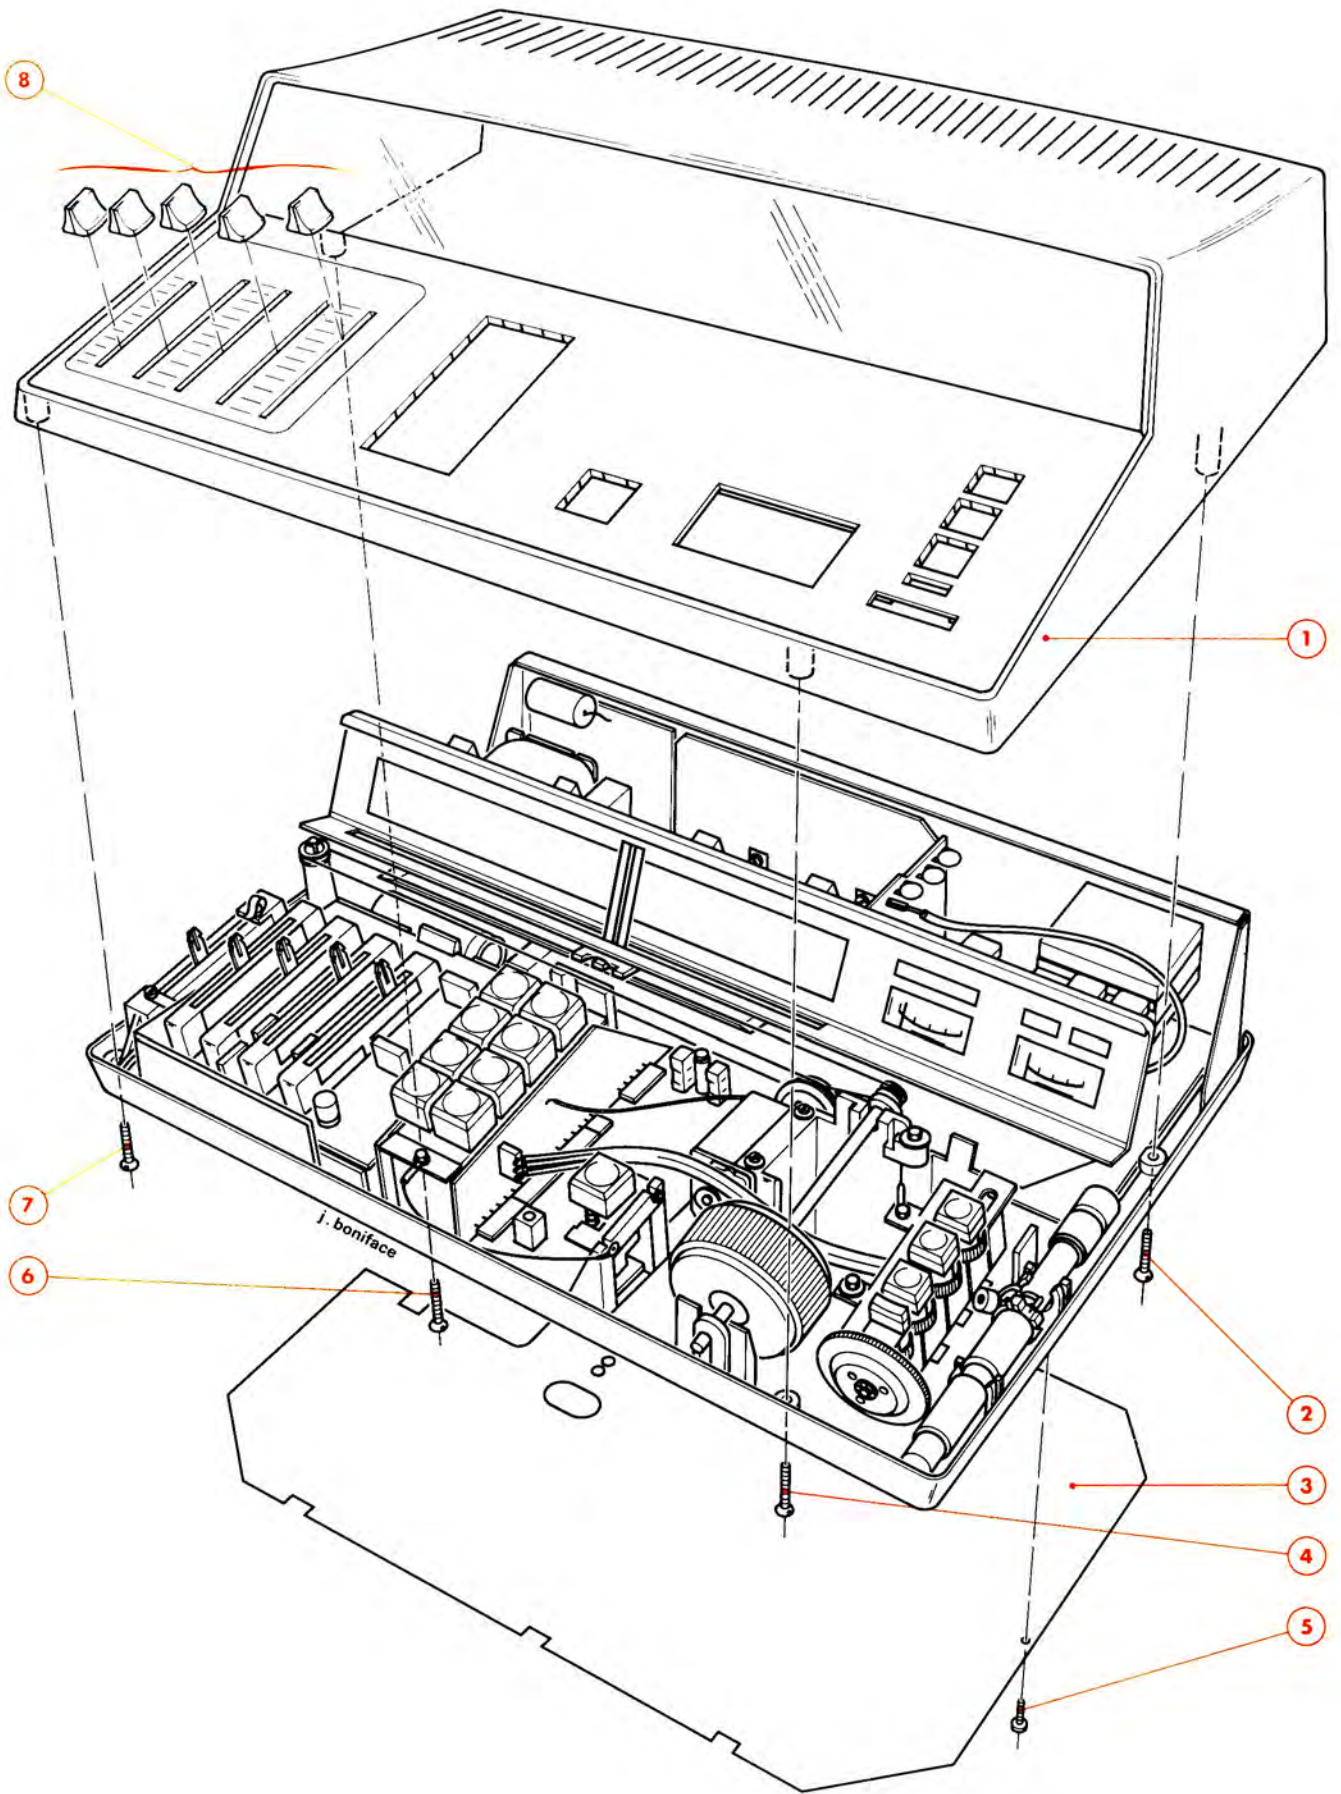
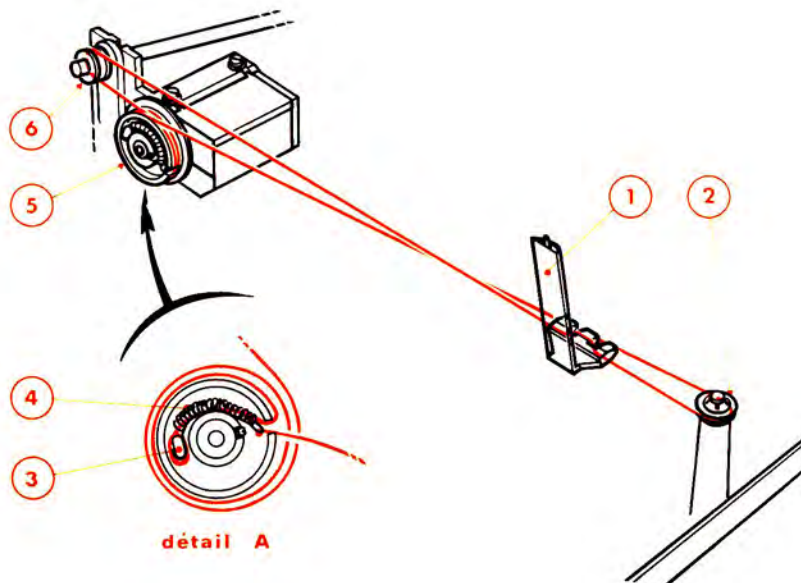
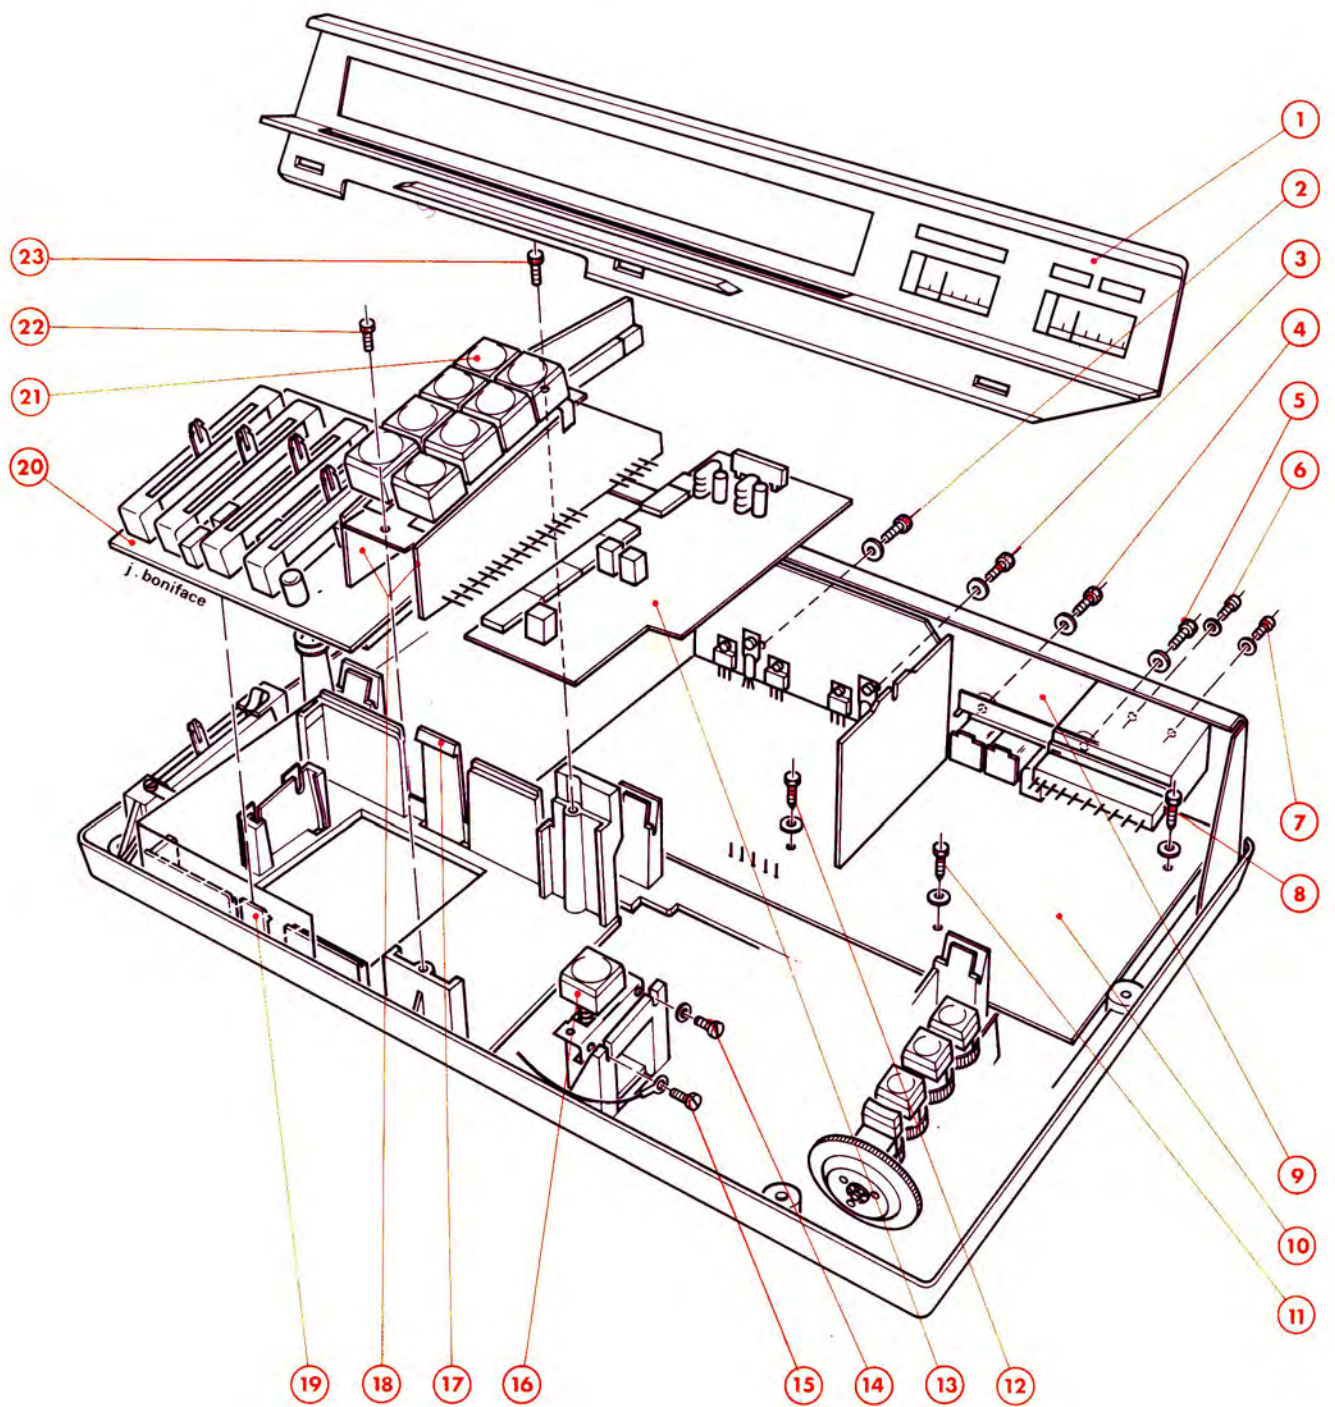

Fig. 1
Fig. 2
Fig. 3
A. ACCÈS AUX CIRCUITS IMPRIMÉS COTÉ SOUDURES (Fig. 1)
- 1° – Enlever la vis (5).
- 2° – Faire glisser le fond (3) pour le dégager de ses encoches de maintien.
- 3° – Retirer le fond (3).
B. ACCÈS AUX CIRCUITS IMPRIMÉS COTÉ ÉLÉMENTS ET AU TRANSFORMATEUR D'ALIMENTATION (Fig. 1)
- 1° – Enlever les vis (2), (4), (6) et (7).
- 2° – Retirer par traction les boutons de commande (8).
- 3° – Dégager le coffret (1) du châssis.
C. DÉPOSE DES CIRCUITS IMPRIMÉS (Fig. 3)
- 2° – Écarter les lamelles de maintien (19) et (17) de leur position de repos et déconnecter le circuit imprimé (20) du circuit (18).
- 3° – Retirer le circuit imprimé (20).
- 4° – Dessouder ou déconnecter selon le cas les fils de liaison du bac à lampes (1) et après l'avoir déboîté de ses lamelles de maintien le dégager du châssis.
- 5° – Enlever les vis (2), (3), (4), (5), (6) et (7) pour libérer le circuit imprimé (10) de la face arrière (9).
- 6° – Enlever les vis et rondelles isolantes (8), (11) et (12).
- 7° – Enlever les vis (14) et (15) et dégager du châssis le commutateur « arrêt/marche » (16).
- 8° – Dessouder les fils et points de liaison du circuit imprimé (10).
- 9° – Retirer les vis (22) et (23) fixant le sélecteur (21) au châssis.
- 11° – Dégager du châssis l'ensemble des circuits imprimés (10), (13) et (18).
D. DÉMONTAGE ET ACCÈS AU SÉLECTEUR DE PROGRAMMES ET DE FONCTIONS (Fig. 3)
- 2° – Déconnecter les circuits imprimés associés aux circuits imprimés (18) pour avoir accès au sélecteur de programmes et de fonctions (21).
E. MISE EN PLACE DU CORDONNET D'ENTRAÎNEMENT DU CV ET DU POTENTIOMÈTRE D'ACCORD (Fig. 2)
- 2° – Déboîter de ses lamelles de maintien le bac à lampes (1) (Fig. 3) et le dégager pour avoir accès aux poulies (2), (6) ainsi qu'au tambour (5).
- 3° – Prendre un cordonnet de 88 cm et attacher l'une de ses extrémités au ressort (4).
- 4° – Tourner le tambour (5) dans le sens des aiguilles d'une montre pour ouvrir le CV.
- 5° – Attacher l'extrémité libre du cordonnet à l'ergot (3).
- 6° – Faire deux tours dans le sens inverse des aiguilles d'une montre sur le tambour (5).
- 7° – Passer ensuite le cordonnet par les poulies (6) et (2).
- 8° – Fixer l'extrémité libre du ressort à l'ergot (3).
- 11° – Tourner ensuite le tambour (5) dans le sens inverse des aiguilles d'une montre pour fermer le CV.
- 12° – Positionner l'aiguille indicatrice (1) en regard des points correspondants au bas de gamme sérigraphiés sur le cadran.